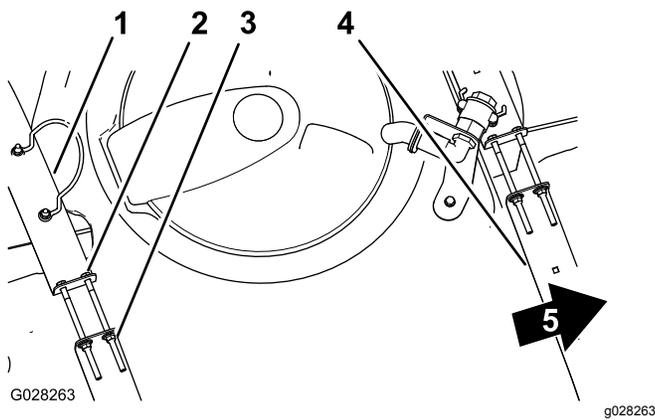

Рисунок 78
2. Убедитесь в отсутствии люфта между хомутами и баком (Рисунок 78).
3. Если хомуты вокруг бака ослаблены, затяните фланцевые контргайки и болты в верхней части хомутов заподлицо с поверхностью бака (Рисунок 78).